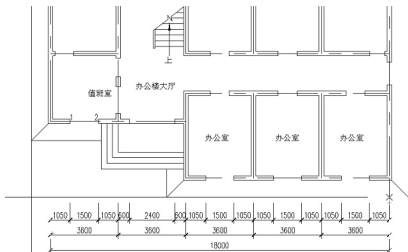

图 3.49 指定第二条尺寸界线原点
(3) 在指定第二条尺寸界线原点或 [放弃(U)/选择(S)] <选择>: 提示下，将光标向右上拖动，捕捉如图 3.49 所示的第 6 根轴线对应的散水线处，作为第二条尺寸界线原点。